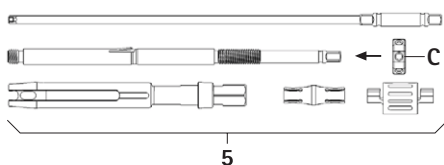

Fig. 10
- Visser l'écrou de serrage **C** sur la douille intérieure, voir Fig. 10.